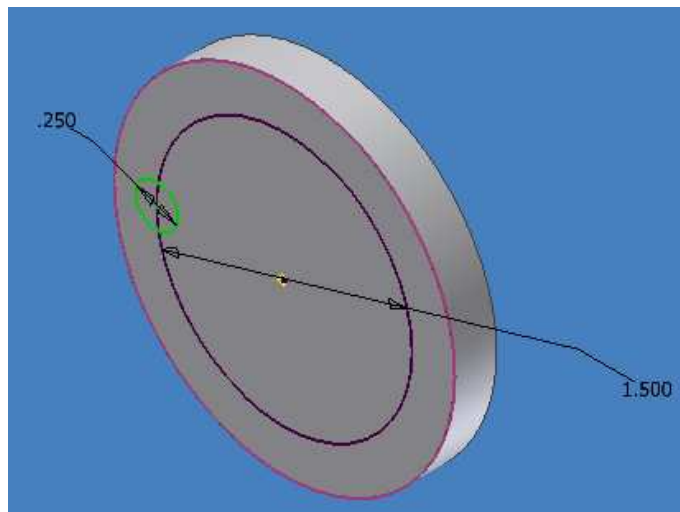

Figura 3.82 Diseño previo al CIRCULAR PATTERN.
- Sobre ese boceto dibuje un círculo más pequeño, de forma que obtenga la figura 3.82.